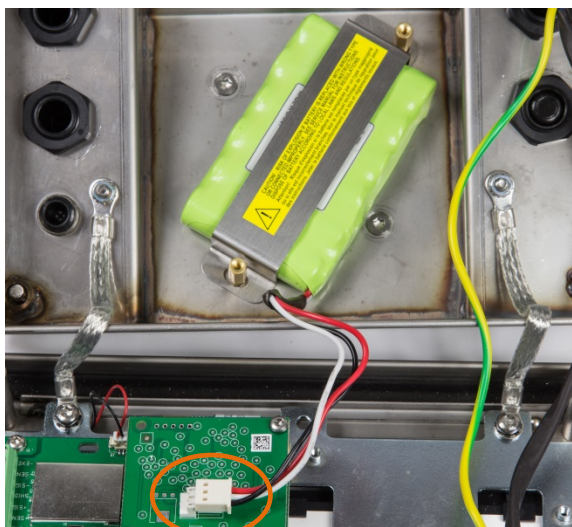

Figura 2-22: Batería NiMH instalada en el IND236
2. Coloque la batería en el compartimiento y asegúrela con el soporte proporcionado y dos postes hexagonales, como se muestra en la Figura 2-22.
3. Conecte el cable de la batería en el conector de la tarjeta de carga, como se indica en la Figura 2-22.
12. La pinza de conexión a tierra incluida con el terminal se usa para conectar el blindaje expuesto (Figura 2-22) con la placa de montaje metálica usando el tornillo de fijación del alambre de bisagra de la caja, como se muestra en la Figura 2-27.